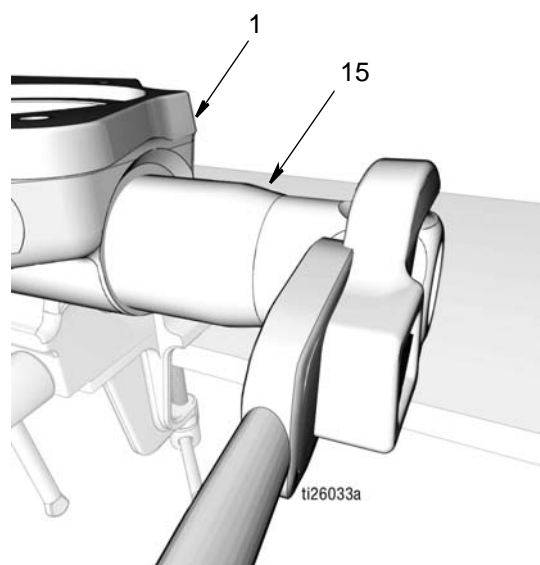

FIG. 44
- c. Avvitare la valvola di ritegno di mandata (15) nella base della pompa (1) (FIG. 44). Serrare saldamente. Serrare a una coppia da 67,8 a 74,5 N•m (50 - 55 ft. lbs).